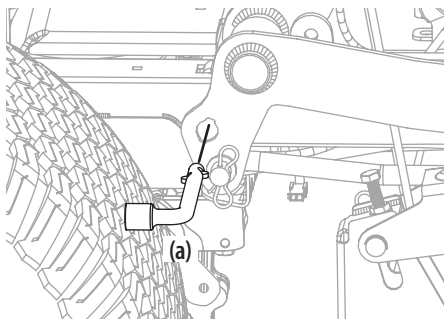

Figura 42
5. En los tractores equipados con la perilla de elevación de la plataforma, use el pedal de elevación de la plataforma y la perilla de elevación de la plataforma para ubicar la plataforma en la posición más baja, y use la herramienta para usos múltiples (a) para bloquear los componentes de la elevación de la plataforma en su lugar como se muestra en la Figura 42. En tractores con una manija de elevación de la plataforma, baje la plataforma a la posición más baja.